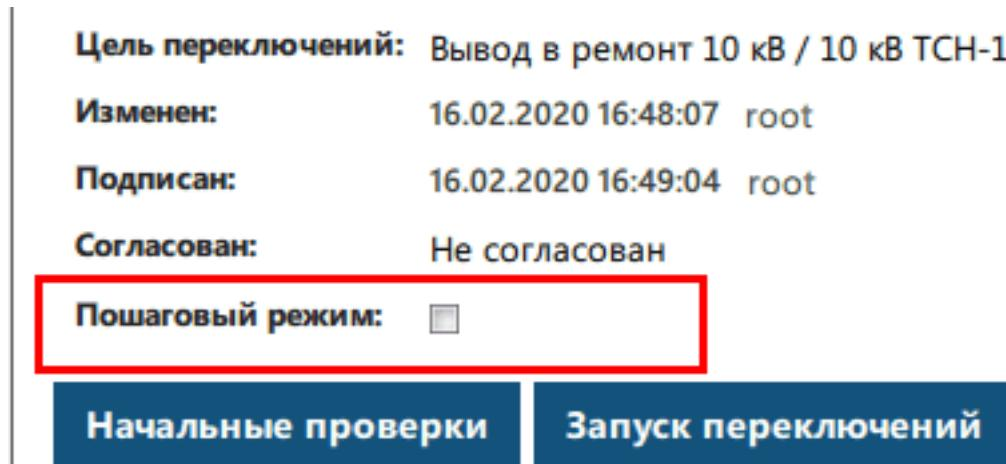

Рисунок 133 - Пошаговый режим
1. Выберите **Пошаговый режим** (по требованию) (Рисунок 133). При пошаговом режиме после каждой успешной операции требуется нажимать на кнопку **Продолжить** для перехода к следующей операции.